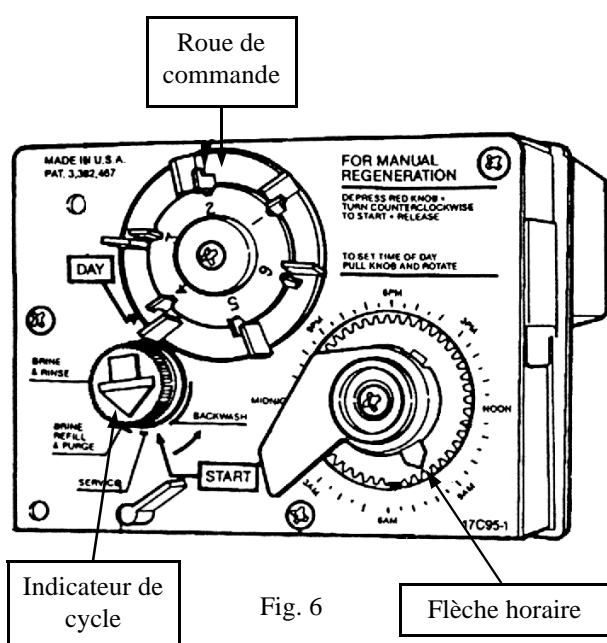

Fig. 6
Note : Les étapes suivantes nécessitent de tourner l'indicateur de cycle de régénération rouge (fig. 6) dans diverses positions. Pour ce faire, insérez un tournevis à lame plate dans l'indicateur et appuyez fermement. Ensuite, faites tourner l'indicateur **dans le sens inverse des aiguilles d'une montre** jusqu'à la posi-
- Tirez sur toutes les broches de la roue de commande (fig. 6), puis tournez la roue de façon à ce que la flèche indiquant le jour courant pointe vers la bonne position.